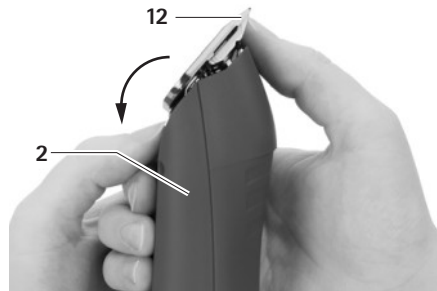

Fig. 5
- Aprire la testa di tosatura 12 tirandola in avanti, vedere Fig. 5.